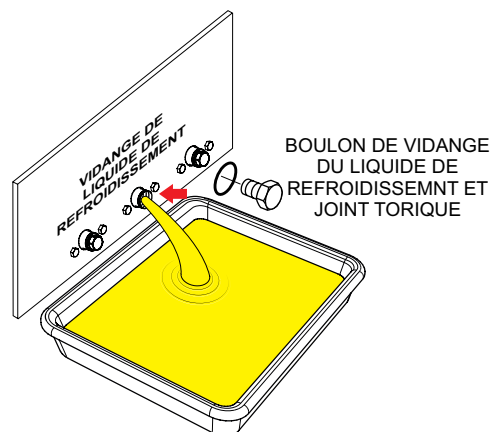

**Figure 57. Vidange du liquide de refroidissement du radiateur**
2. Retirez boulon de vidange d'huile et le joint torique (Figure 57) et laissez le liquide de refroidissement s'écouler dans un récipient approprié.
2. Retirez boulon de vidange d'huile et le joint torique (Figure 57) et laissez le liquide de refroidissement s'écouler dans un récipient approprié